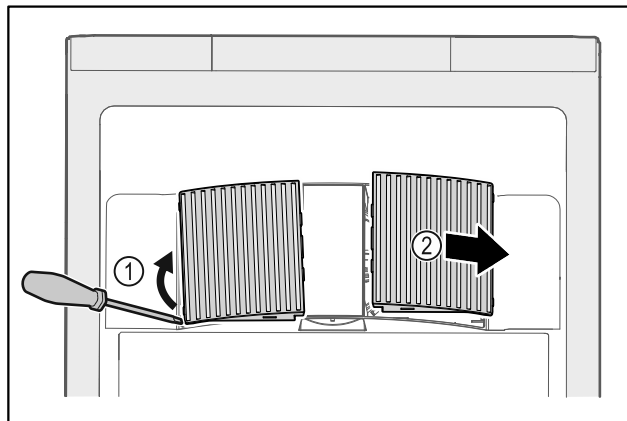

Fig. 144
- ▶ Opatrne vytiahnite kryty ventilátorov z bočnej strany Fig. 144 (1) a vyberte ich smerom dopredu Fig. 144 (2).